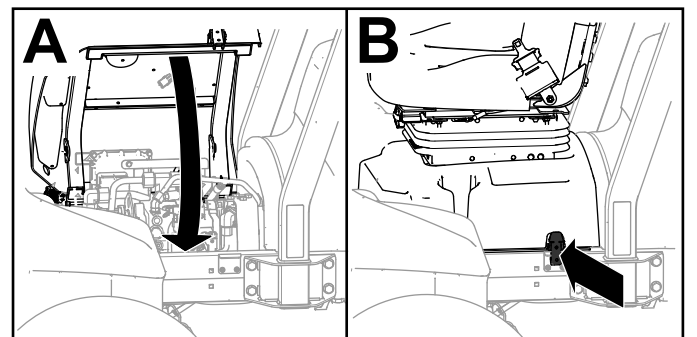

Figure 104
4. Redressez le siège et son socle, et verrouillez le socle (Figure 104).